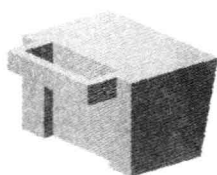
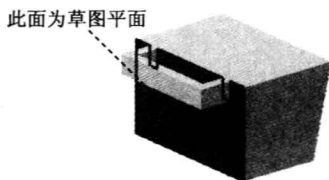

图 1.7 拉伸特征 3
图 1.8 定义草图平面
Step4. 创建图 1.7 所示的拉伸特征 3。
(1) 选择命令。选择下拉菜单插入(S) → 设计特征(F) → 拉伸(E)...命令(或单击按钮),系统弹出“拉伸”对话框。
(2) 单击“拉伸”对话框中的“绘制截面”按钮,系统弹出“创建草图”对话框。
① 定义草图平面。选取图 1.8 所示的模型表面为草图平面,单击确定按钮。